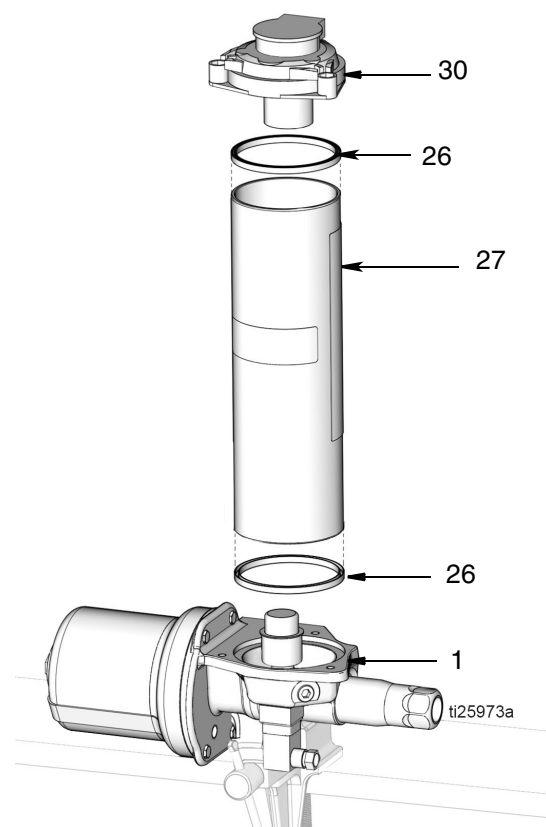

FIG. 15
11. Rimuovere il serbatoio (27) dalla base della pompa (1) (FIG. 15). In caso di sostituzione delle guarnizioni del serbatoio (26), togliere le guarnizioni dal serbatoio. Smaltire le guarnizioni secondo le norme vigenti per il corretto smaltimento.